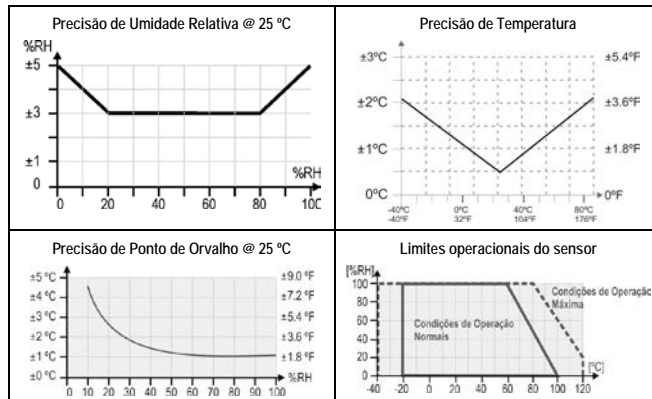

Fig. 01 - Precisão na medição de umidade e temperatura
Precisão total: Ver Fig. 01;
Sensor e Haste (DM): Ver Fig. 01.
O sensor de umidade tem faixa máxima de 0 a 100 % RH e precisão de 3 % a 25 °C, conforme a Fig. 01. Logo podemos ter um erro de até 3 % RH em qualquer faixa adotada.